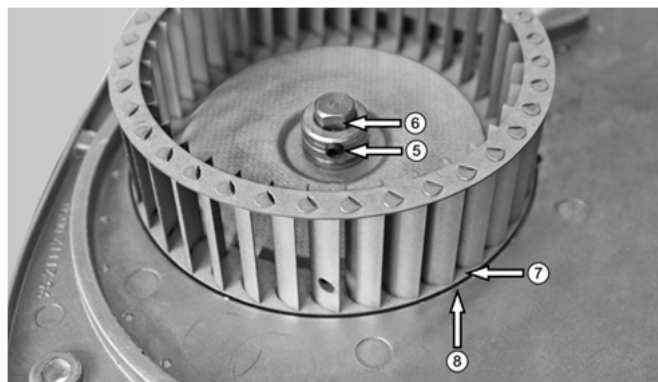

Abb. 40: Axiale Positionierung des Gebläserades
- ➔ Achten Sie darauf, dass die Befestigungsschraube (5) senkrecht zur Passfläche (6) ausgerichtet wird (s. Abb. 40).
Um die axiale Positionierung des Gebläserades sicherzustellen, muss die Innenfläche des Gebläserades (7) bündig mit der Fläche des Gehäusedeckels (8) abschließen (s. Abb. 40).
- ➔ Ziehen Sie die Befestigungsschraube (5) des Gebläserades fest.
Legende zu Abb. 40: